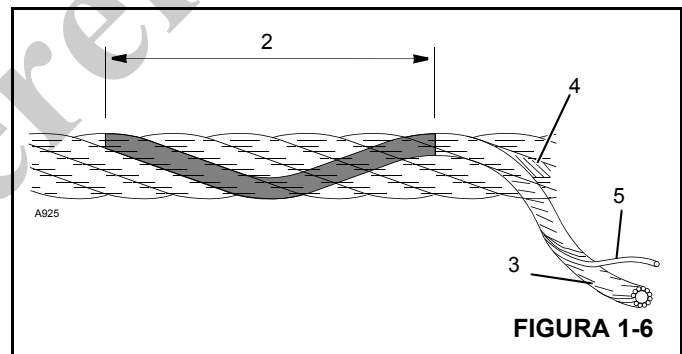

FIGURA 1-6
13. Al buscar alambres rotos (5) (Figura 1-6), alíe el cable, muévelo hacia afuera de los “puntos de recogida” y dóblelo lo más que se pueda. Utilice un punzón afilado para separar los alambres y trenzas, levantando todos los alambres que parezcan estar sueltos o que se muevan excesivamente. Los defectos del cable hacen referencia a la “longitud de sesgo” (2), que es la distancia medida a lo largo del cable en donde una trenza (3) logra una revolución completa alrededor del núcleo (4).